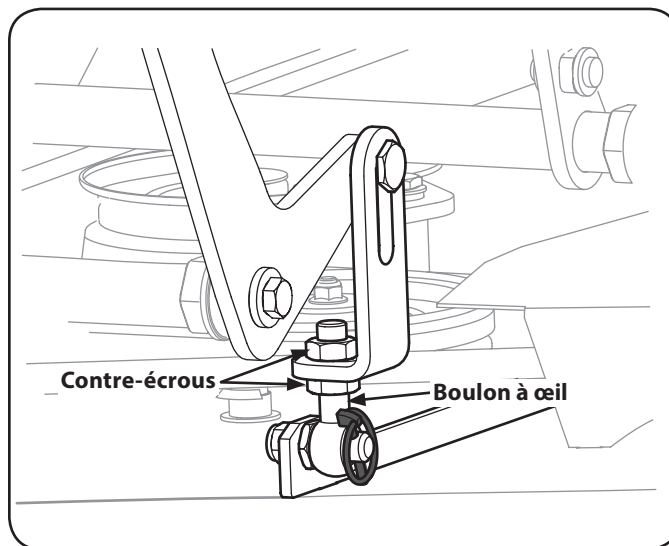

Figure 6-2
- Ajustez le boulon à œil situé sur l'avant gauche du plateau de coupe de façon à ce que la hauteur entre le sol et l'extrémité extérieure de la lame droite corresponde à la hauteur entre le sol et l'extrémité extérieure de la lame gauche. Pour effectuer cet ajustement, desserrez les contre-écrous sur le boulon à œil. Serrez le contre-écrou supérieur pour relever le plateau de coupe ou desserrez le contre-écrou supérieur pour abaisser le plateau de coupe. La hauteur de l'extrémité avant de la lame droite est fixe; réglez l'extrémité avant de la lame gauche pour faire correspondre la hauteur des deux lames. Voir Figure 6-2.
3. Desserrez les contre-écrous situés à l'arrière droite et gauche des boulons à œil. Voir Figure 6-2.